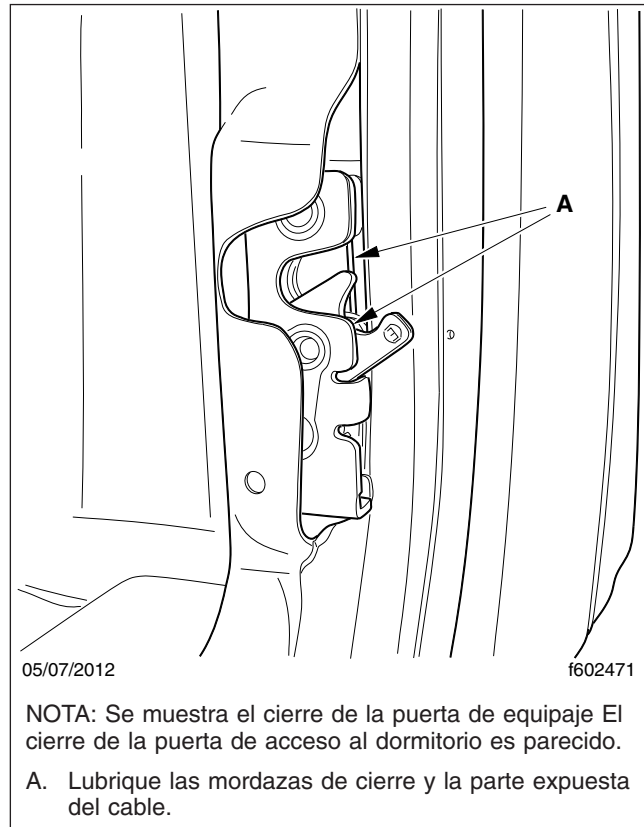

Figura 3, Cierre de la puerta de equipaje
3. En la puerta de equipaje abierta, aplique una capa ligera de lubricante a la mordaza de cierre y a la parte expuesta del cable. Vea la **Figura 3**. Repita este procedimiento con la puerta de acceso al dormitorio, si la hay. No se requiere retirar los paneles de tapicería.